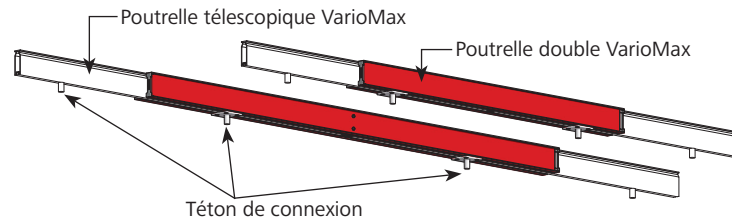

Fig. 4.1
VarioMax est un système modulaire, composé de trois pièces standardisées (étais de chantier, poutrelles doubles (PD) et poutrelles télescopiques (PT) en aluminium), destiné à l'étalement des planchers à prédalles (Fig. 4.1 et 4.2).
Avec VarioMax, contrairement aux lisses d'appui en bois (Fig. 4.3), l'implantation des étais (tous les 220 cm, voire 170 cm) est indiquée par les têtes de connexion qui sont solidarisés aux poutrelles (Fig. 4.1 et 4.2).